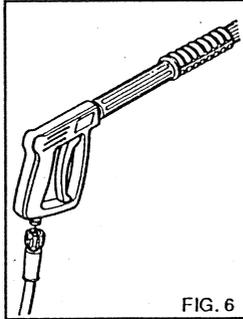

FIG. 6
- 3) Den Hochdruckschlauch an den Hochdruckreiniger C und an die Lanze anschliessen (Fig. 6).